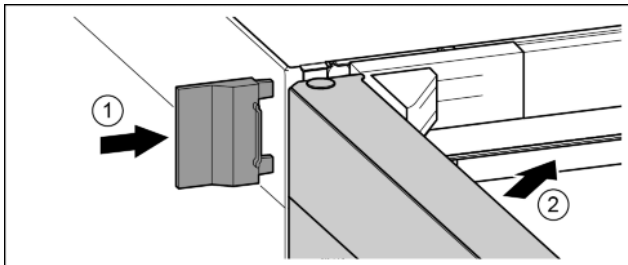

Fig. 23
- ▶ Tolja fel a külső fedelet. Fig. 23 (1)
- ▶ Csuksa be a felső ajtót. Fig. 23 (2)